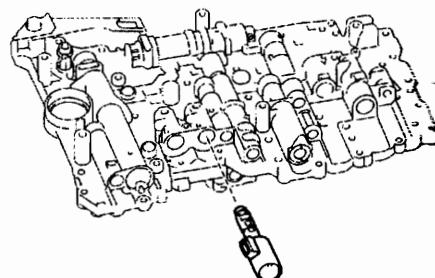

图 12-1-162
(6) 如图 12-1-162 所示, 拆下换挡电磁阀 SL1。
- (3) 如图 12-1-162 所示, 安装换挡电磁阀 SL1。